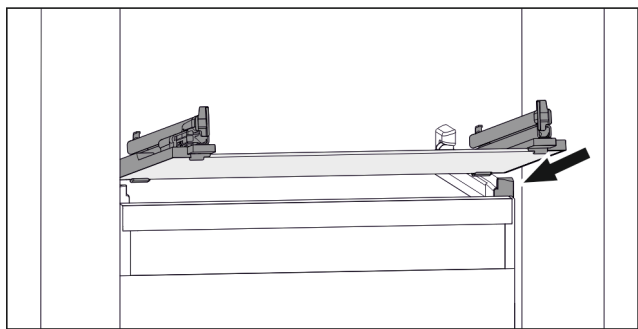

Fig. 141 Exempel på glashylla
- ▶ Sätt på glashylla i vinkel bakom stopplackarna. (se Fig. 141)